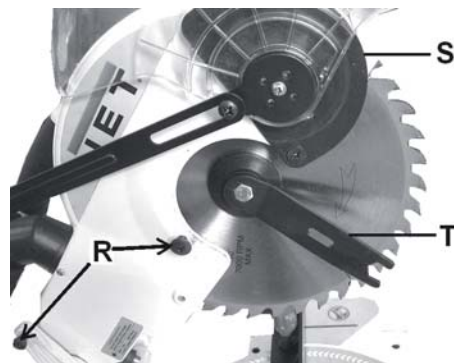

Рис. 9
- Снимите защитный кожух диска пилы, для чего освободите оба винта (R, Рис. 9) на стороне защитного кожуха и отведите защитный кожух вверх (S).
- Установите защитный кожух пильного диска и закрепите его обоими винтами (R, Рис. 9).